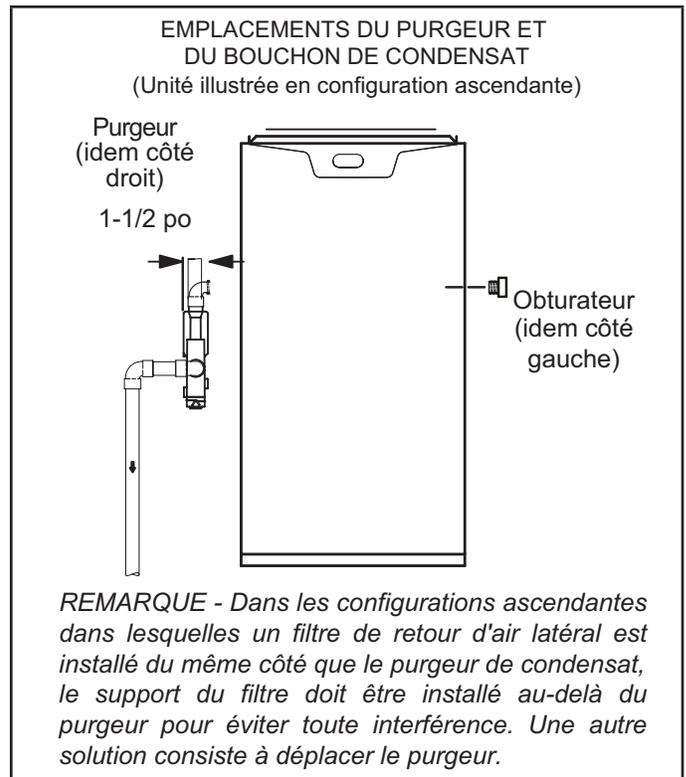
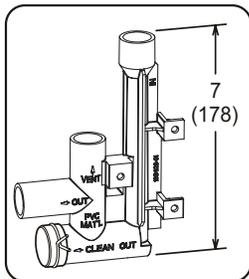

FIGURE 34
FIGURE 42
Cette unité est prévue pour une sortie à gauche ou à droite du tuyau de condensat en configuration ascendante. En configuration horizontale, le purgeur de condensat doit se prolonger en dessous du générateur. Prévoir un dégagement d'entretien de 8 po pour le purgeur. Voir les « FIGURE 34 » et « FIGURE 36 » pour les emplacements du purgeur de condensat. La « FIGURE 42 » illustre le piège avec tuyau en PVC de 1/2 po ou de 3/4 po.
- 3 - Installer le bouchon sur l'ouverture de nettoyage à la base du purgeur. Fixer avec le collier. Voir « FIGURE 42 ».
- 4 - Installer le purgeur avec des raccords en PVC appropriés et coller tous les joints. Coller le purgeur fourni comme illustré à la « FIGURE 42 ». Acheminer le conduit de condensat jusqu'à un drain ouvert. La conduite de condensat doit maintenir une pente descendante de 1/4" entre l'appareil et le drain.